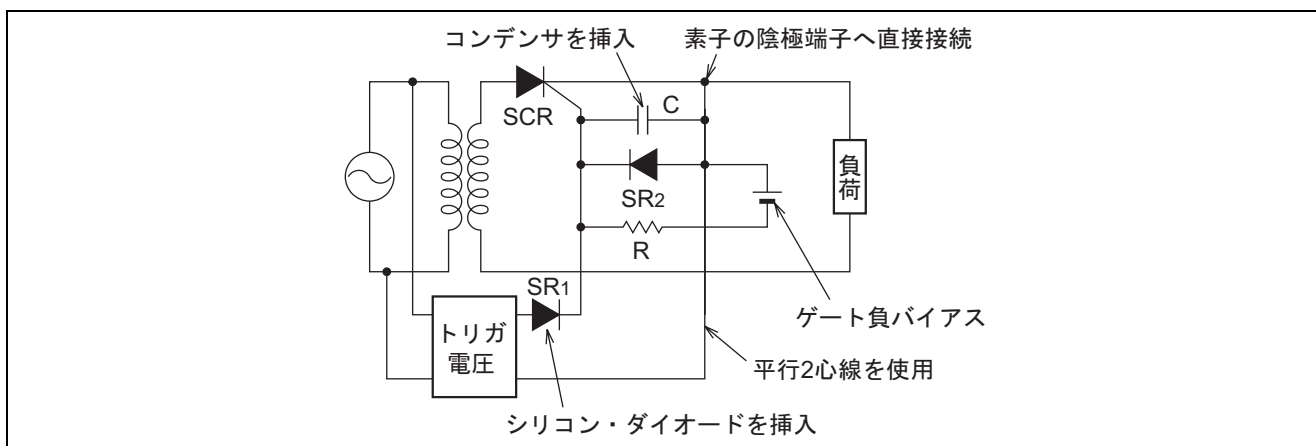

図 8 トリガ回路図
- (5) ゲートと直列にシリコンダイオードを接続し、その立ち上がり電圧 (約 0.7 V) を利用して雑音電圧を阻止する。
- (6) ゲートを陰極に対し負バイアスし雑音電圧を阻止する。以上は要約ですが、これを図によって示すと図 8 のとおりです。